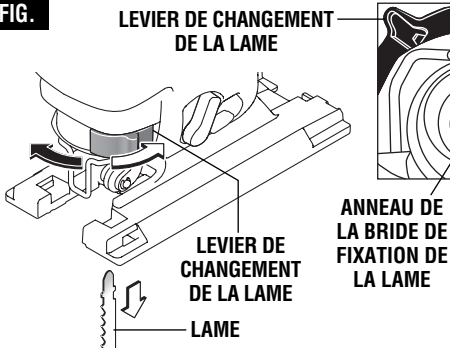

FIG. 2
2. Tirez sur le levier de changement de lame jusqu'au point où les fentes sur l'anneau de la bride de fixation de la lame s'alignent avec la fente figurant au centre de la bride de fixation (Fig. 2).